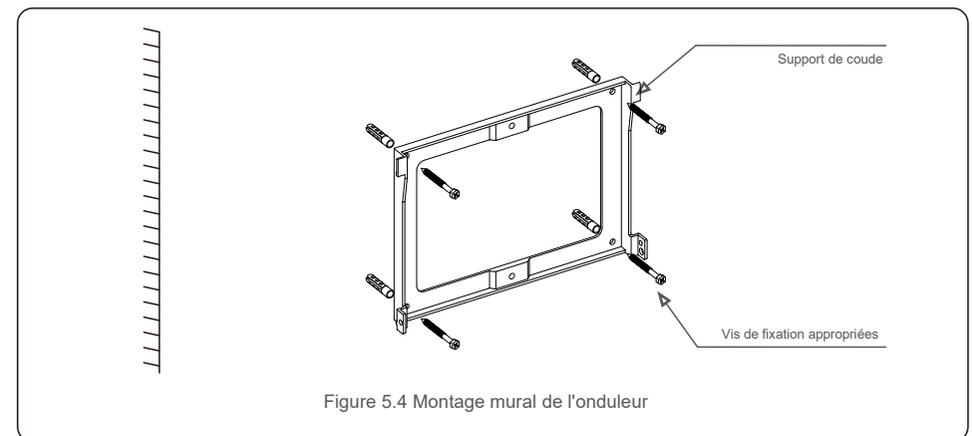

Figure 5.4 Montage mural de l'onduleur
Reportez-vous aux figures 5.4 et 5.5. L'onduleur doit être monté verticalement. Les étapes de montage de l'onduleur sont les suivantes :
1. Reportez-vous à la figure 5.4. Effectuez des trous pour les chevilles en fonction du diamètre du trou du support (Fisher HJ0108 10*50mm tubulaire extensible pour vis taraudeuses à tête hexagonale creuse ST6.3*60), en utilisant un perforateur à percussion avec un foret de 10 mm. Les trous doivent être bien perpendiculaires au mur.
2. Assurez-vous que le support est bien à l'horizontale, et que les repères des trous de montage (sur la figure 5.4) sont correctement marqués. Percez les trous dans le mur au niveau des marques.